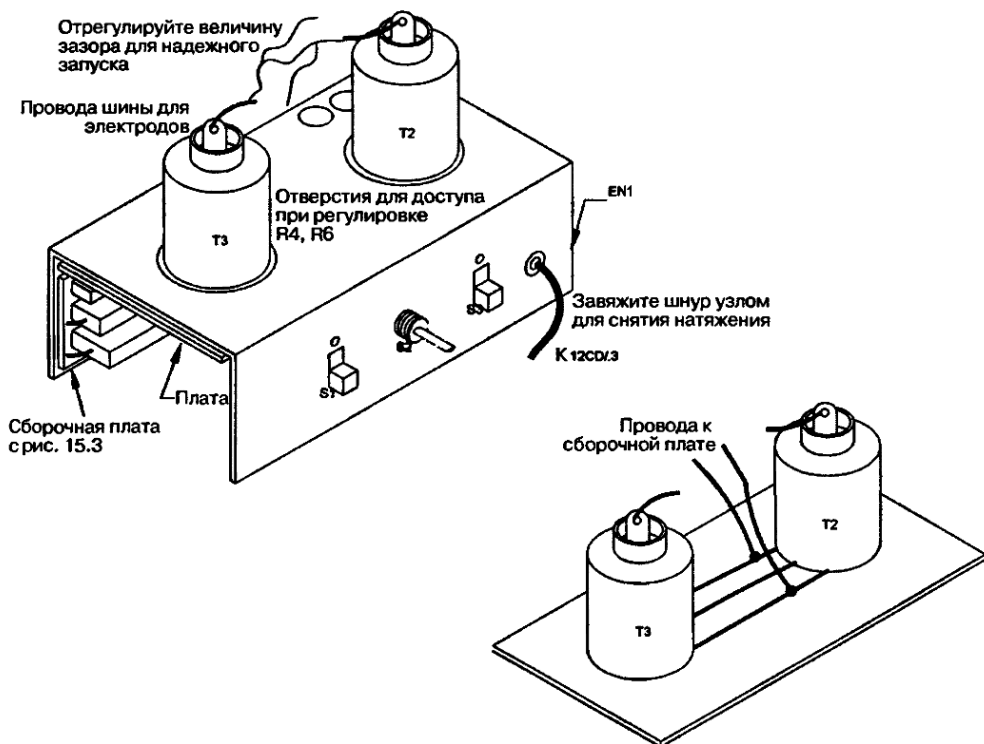

Рис. 15.4. Вид устройства после сборки в изометрии
| EN1 | 1 | Корпус из пластика 15,88×13,34×0,15 см, см. рис. 15.4 | |
- Изготовьте корпус из куска пластика размером 15,88×13,34×0,15 см, как показано на рис. 15.4.